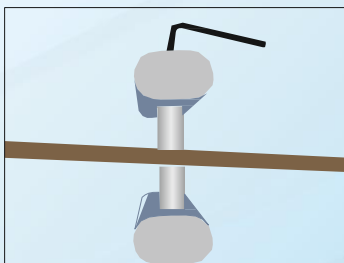

рис. 9
- Установите ручки на стеклянное полотно (рис.9).